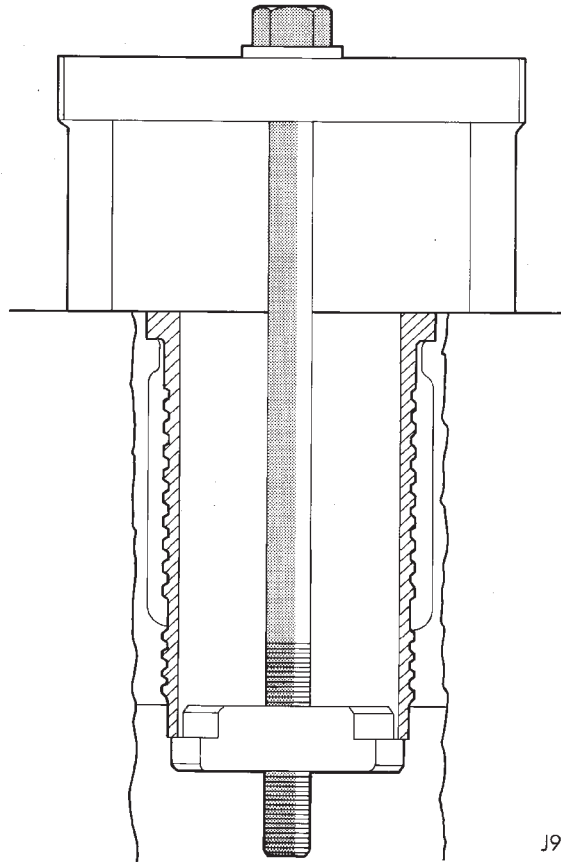

Abb. 49 Ausbauwerkzeug für Laufbuchsen
- (1) Zylinderköpfe ausbauen.
- (2) Ölwanne abbauen.
- (3) Kolben ausbauen.
- (4) Laufbuchsen mit Werkzeug VM-1001 ausbauen (Abb. 49).
- (5) Beilage von der Zylinderlaufbuchse bzw. aus dem Sitz im Motorblock nehmen. Zusammengehörige Beilagen und Zylinderlaufbuchsen gemeinsam ablegen.